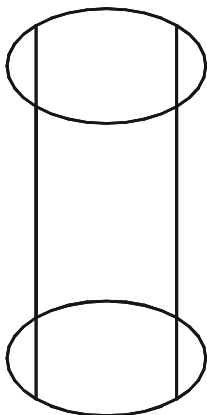

图 9-4-1
STEP 01 新建两个图层：套筒，其余各项设置不变；螺座，各选项值默认不变。把套筒图层设置为当前图层，在俯视图中绘制一个圆柱体，如图 9-4-1 所示。具体操作如